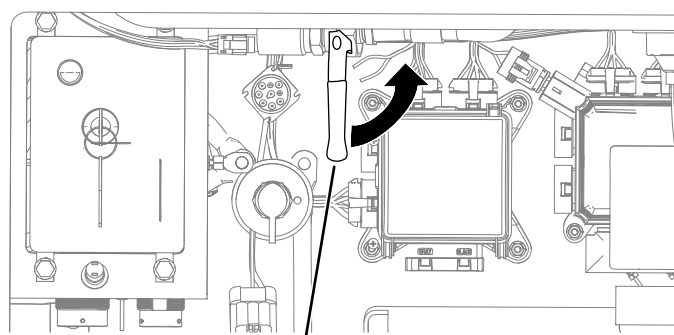

Figura 127
A. Abra la válvula de anticongelante, dentro del compartimiento trasero (Figura 127).
6. Cierre la válvula de anticongelante (Figura 127).